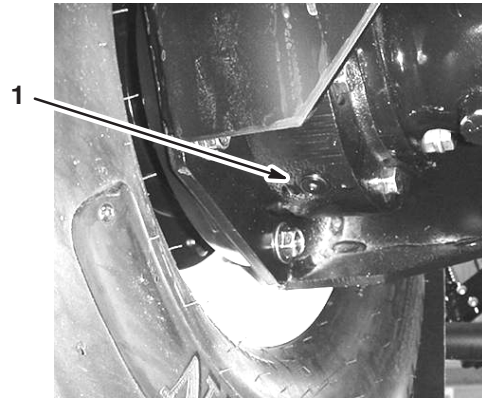

Bild 45
4. Stellen Sie eine Wanne unter die innere Ablassschraube (Bild 45) und entfernen Sie die Schraube.